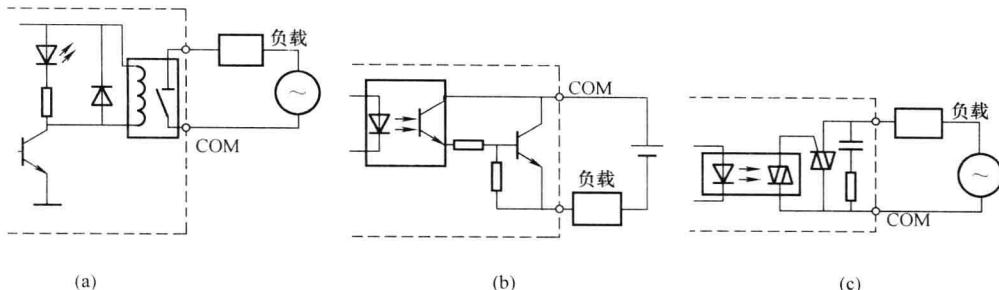

图 1-3 输出接口电路
(2) 输出接口电路。PLC 的输出有三种形式: 继电器输出、晶体管输出、晶闸管输出。图 1-3 给出了 PLC 的输出电路图。每种输出都采用了电气隔离技术, 电源由外部供给, 输出电流一般为 0.5~2A, 输出电流的额定值与负载的性质有关。